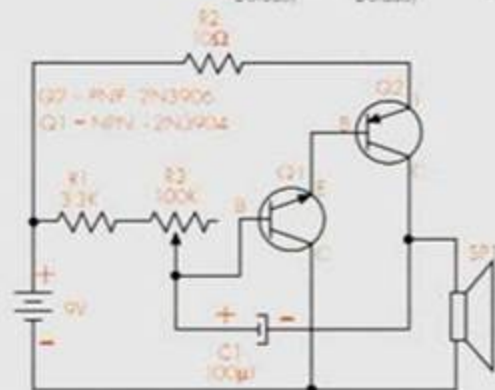

Figura 1. Diagrama esquemático
- 1 • Arme en el protoboard el circuito que aparece en el diagrama esquemático de la figura 1. Durante el montaje, utilice como ayuda el diagrama pictórico. Los componentes se pueden montar en cualquier orden dejando siempre de último la conexión de la batería.